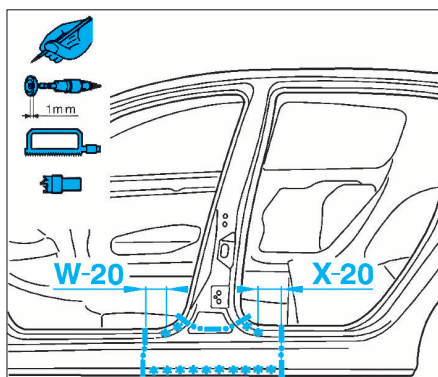

FIG. 56
- Tracer, découper et dépointer selon (Fig.56 à 60).